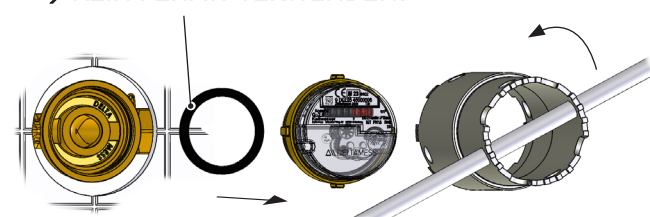

Bild 2 (Demontage Messeinsatz)
- Messeinsatz Koax G2 mit DELTAMESS-Montageschlüssel demontieren (Bild 2).